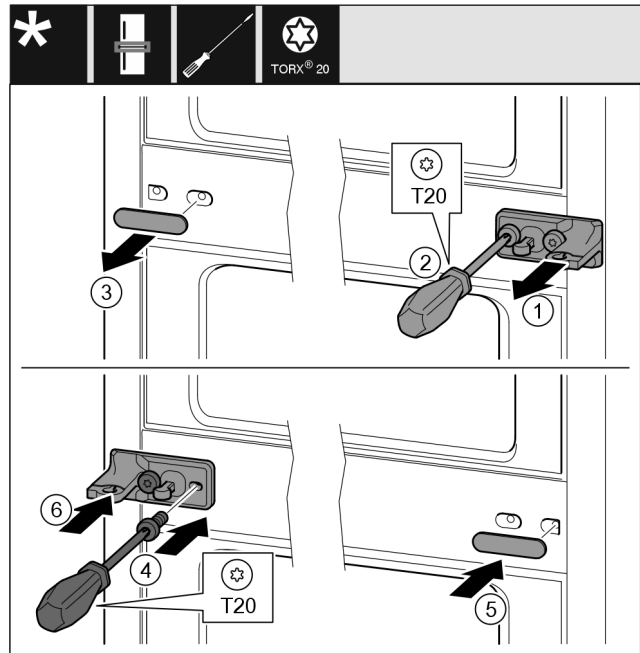

Fig. 36
- ▶ Scheibe Fig. 36 (1) abziehen.
- ▶ Schrauben Fig. 36 (2) mit Schraubendreher herausdrehen.
- ▶ Abdeckung Fig. 36 (3) vorsichtig abziehen.
- ▶ Lagerbock mit Folie Fig. 36 (4) um 180° gedreht auf der anderen Seite fest anschrauben.
- ▶ Abdeckung Fig. 36 (5) um 180° gedreht auf der anderen Seite anbringen.
- ▶ Scheibe Fig. 36 (6) von vorn aufschieben.